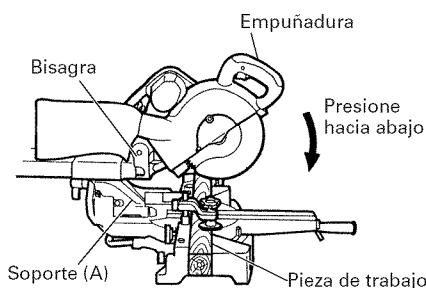

Fig. 28
Deslice la bisagra hacia abajo hasta el soporte (A), y después apriete la perilla de inmovilización de deslizamiento (véase la Fig. 2) como se indica en la Fig. 28.